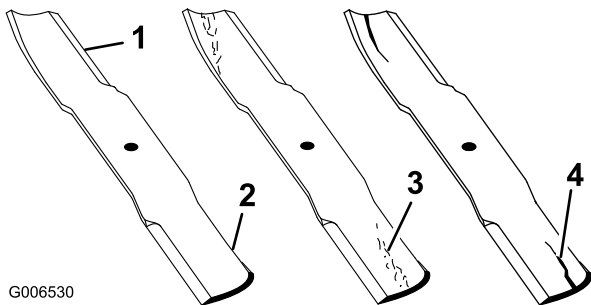

Figure 92
1. Examinez le tranchant des lames (Figure 92).
4. Remplacez immédiatement toute lame fendue, usée ou qui présente une entaille (Figure 92).